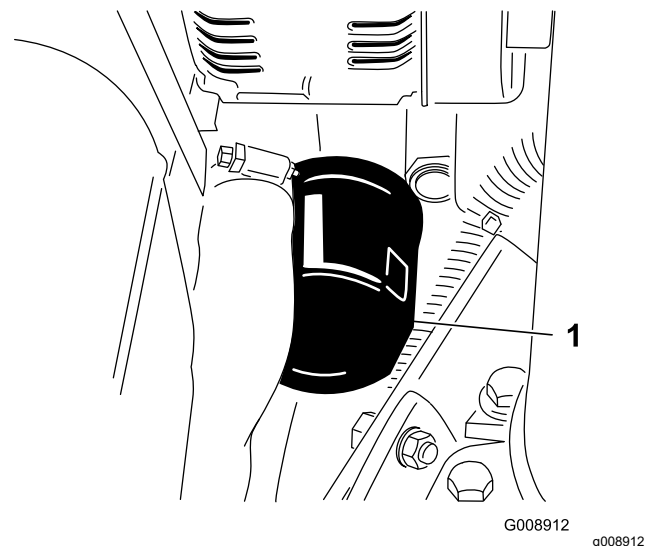

Bild 56
3. Entfernen Sie den Ölfilter (**Bild 56**).